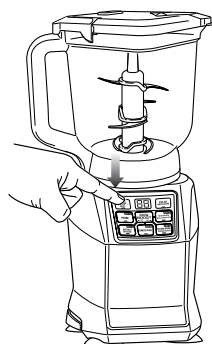

Fig. 6
- 11 Sélectionnez la vitesse ou le programme Auto-iQ^{MD} qui convient le mieux à vos besoins. Le programme Auto-iQ arrêtera automatiquement l'appareil à la fin du programme. (Fig. 6)